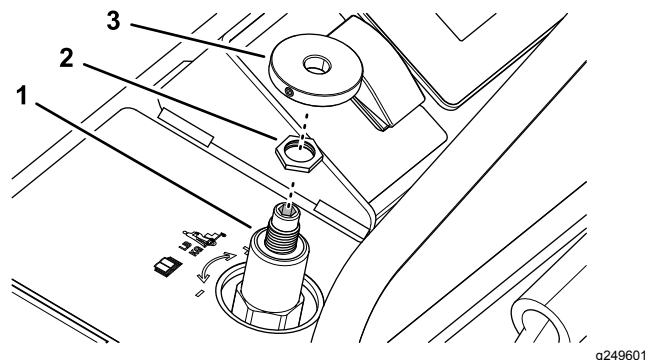

Bild 59
1. Stellen Sie sicher, dass die Stellschraube im Gewichtseinstellungsknopf gegen den Uhrzeigersinn so weit gedreht ist, dass der Knopf über die Welle des Gewichtseinstellungsventils geschoben werden kann (Bild 59).
2. Stellen Sie sicher, dass die Klemmmutter auf der Welle des Gewichtseinstellungsventils angezogen ist (Bild 59), siehe Schritt 6 in Einstellen des Gewichtseinstellungsventils \(Seite 49\).
3. Setzen Sie den Knopf auf die Welle des Gewichtseinstellungsventils (Bild 59).
3. Lösen Sie die Klemmmutter für das Gewichtseinstellungsventil, siehe Bild 59 in Montage des Gewichtseinstellungsknopfes \(Seite 49\).